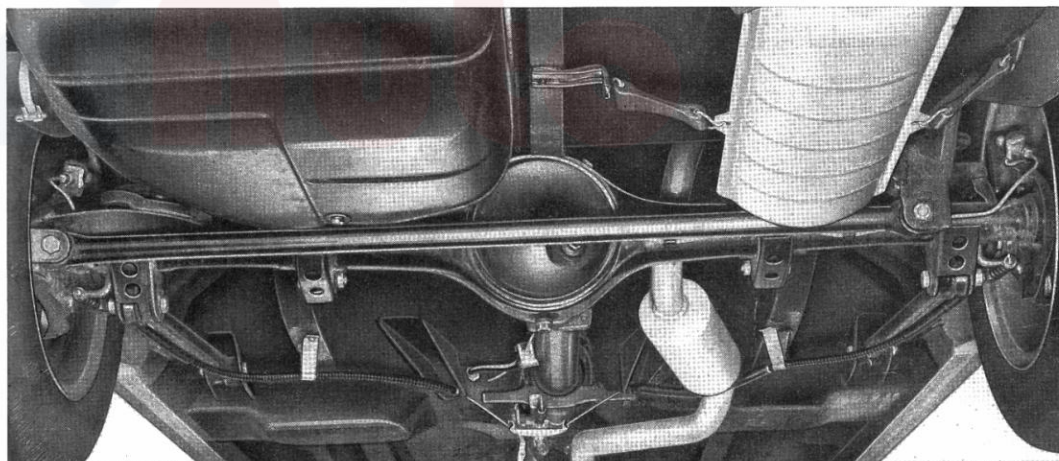
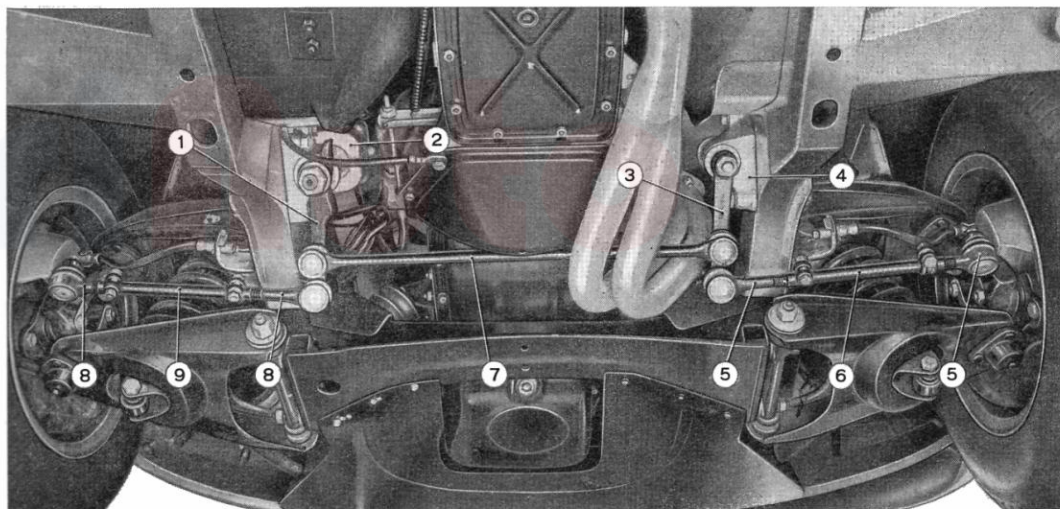

Abb. 50. - Hinterachse am Wagen montiert, von unten gesehen.
Abb. 52. - Ansicht des am Fahrzeug montierten Lenkgestänges.
Der Lenkstockhebel, der an der Lenkrollenwelle befestigt ist, betätigt eine Lenkspurstange (7, Abb. 52), welche am gegenüberliegenden Ende am Hebel 3 befestigt ist.
Die seitlichen Spurstangen sind aussen durch Kugelenke mit den Spurstangenhebeln verbunden, und innen einmal am Lenkstockhebel (8, Abb. 52) und auf der anderen Seite (5) am Lenkzwischenhebel (3), der gleichzeitig als ein hydraulischer Stossdämpfer ausgebildet ist. Der hydraulische Stossdämpfer (4, Abb. 50), der am rechten Längsträger im Motorraum befestigt ist, genau gegenüber dem Lenkgehäuse, absorbiert die Schwingungen, die sich schädlich auf das Lenksystem auswirken würden.
Die beiden seitlichen Spurstangen sind versehen mit Einstellmuffen (9 und 6, Abb. 52) zur Einstellung der Vorspur der Vorderräder.